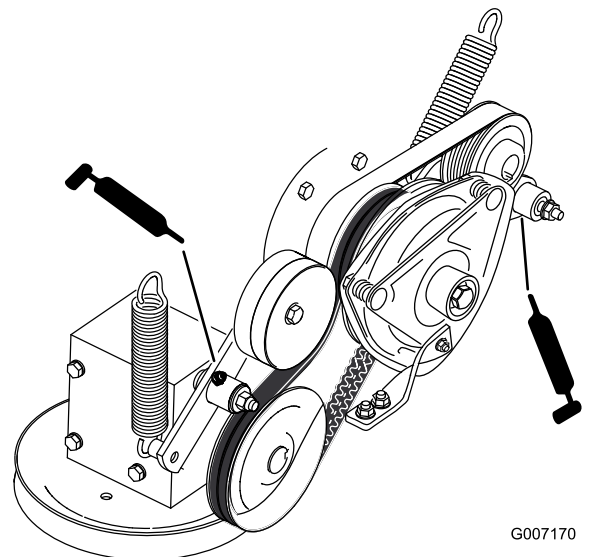

Figura 35
7. Engrase el brazo tensor de la correa de transmisión de la PTO (Figura 35).
8. Engrase el brazo tensor de la correa de la bomba (Figura 35).